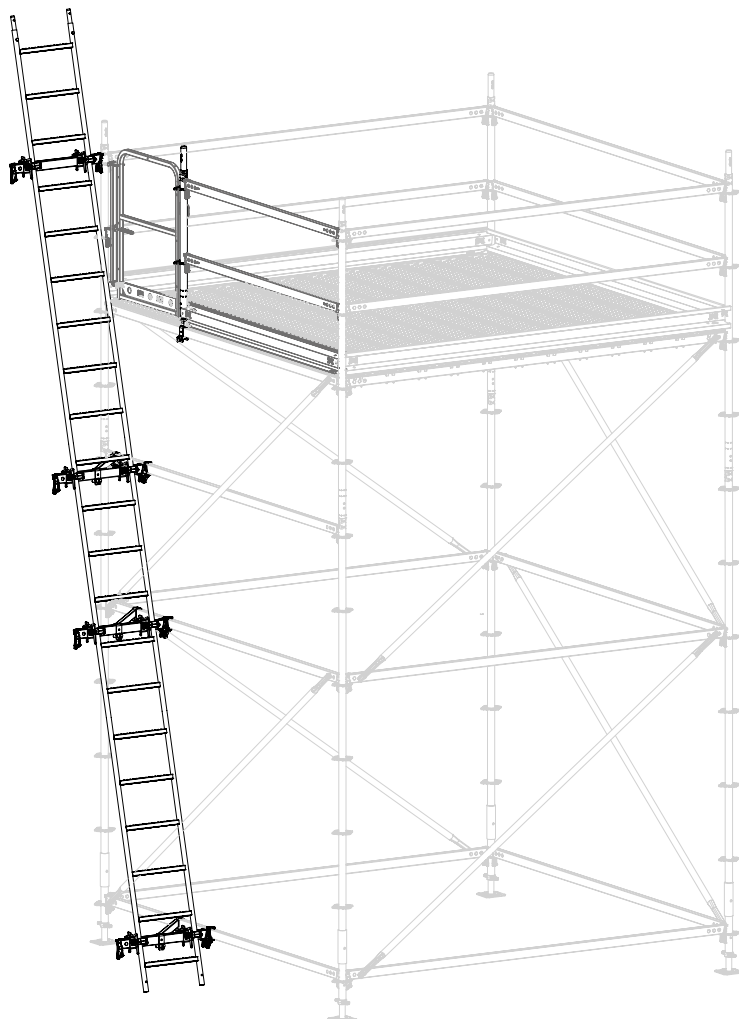

Abb. A9.07a
- Steigleiter ist montiert. (Abb. A9.07a)